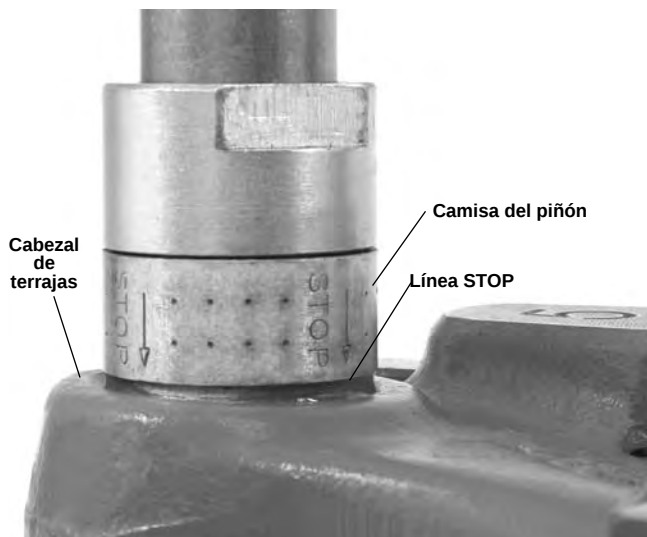

Figura 8 – Rosca completa – la parte superior del cabezal de terrajas está al ras con la línea STOP
5. Siga atrincando hasta que el borde superior del cabezal de terrajas esté al ras con la línea de paro (STOP) roja en la camisa del piñón (vea la Figura 8).
12. Siga roscando hasta que el borde del cabezal de terrajas esté al ras con la línea de paro roja en la camisa del piñón (Figura 8). Suelte el interruptor de pie. Si se sigue roscando más allá de la línea de paro roja, se desconecta el eje del piñón, para que el mecanismo no se atasque. No mantenga el funcionamiento cuando el eje del piñón está desconectado, ya que con el tiempo esto puede dañar el equipo.